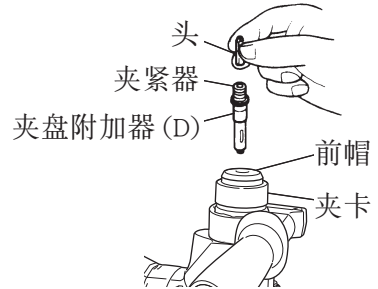

图 22
4. 旋机械螺丝时(图 22)
5. 旋木螺丝时 (图 22)